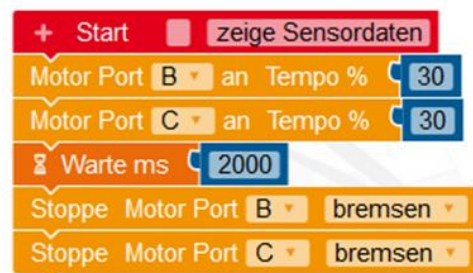

Abbildung 2: Mein erstes Programm
- Erstelle das Programm aus Abbildung 2. Kontrolliere an welchen Ausgängen die Motoren angeschlossen sind und wähle die passenden Buchstaben aus.
- Variiere die Leistungsstärke der Motoren und die Wartezeit in dem Programm aus Abbildung 2 und beobachte, wie sich der Roboter verhält.